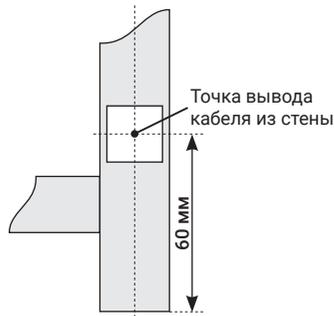

Рис.6
4.2.1. Для монтажа через скрытую проводку производитель рекомендует придерживаться следующих требований: кабель для подключения должен быть медным с сечением  $3 \times 1.5 \text{ мм}^2$ . Точка вывода кабеля из стены (рис. 6).